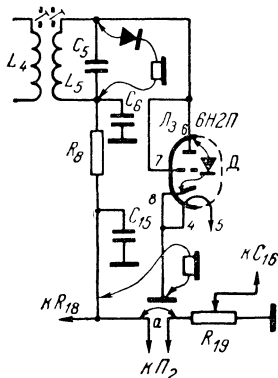

Рис. 20. Схема детекторного каскада.
**Детекторный каскад** (рис. 20) — наиболее простое звено приемника. Он перестает работать только в том случае, если сам детектор (в данном случае триод, включенный диодом) по какой-то причине окажется неисправным. И если в монтаже нет явных замыканий или недоброкачественных паяк, то ничего другого, нарушающего ра-
Чаще бывает иное: приемник работает с перебоями, с посторонними тресками. Виновен в этом не детекторный каскад, а контакты переключателя  $\Pi_2$ . Стоит соединить между собой проводники, идущие от резисторов  $R_8$  и  $R_{19}$  к переключателю (рис. 20, перемычка  $a$ ), как трески пропадают. В этом случае трущиеся контакты переключателя надо подогнуть, чтобы они плотнее прилегали друг к другу, промыть бензином или одеколоном.